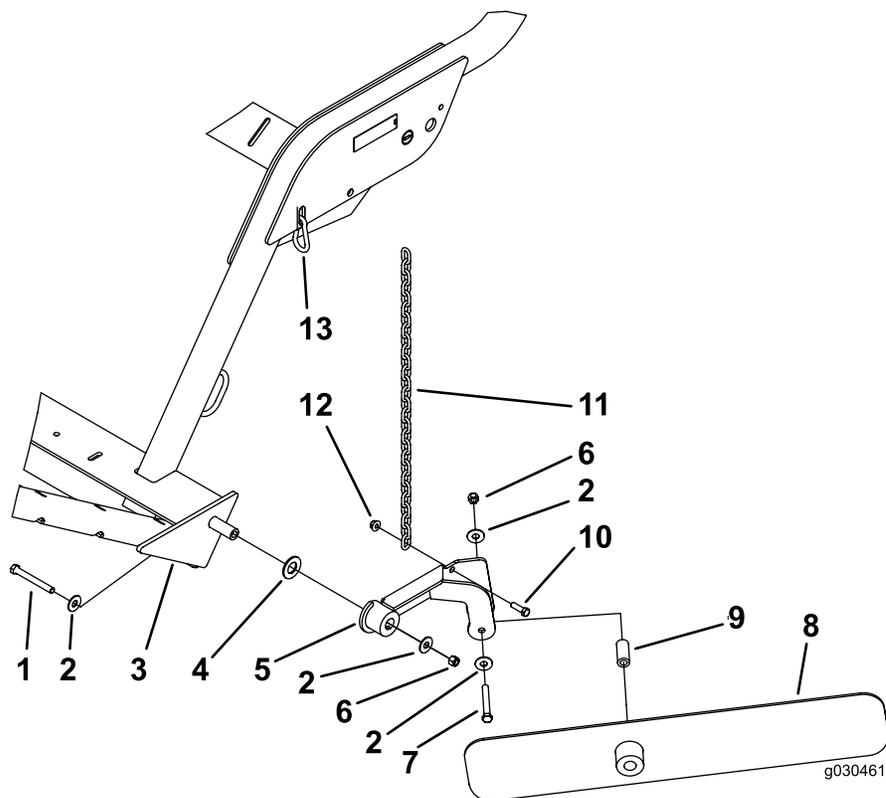

图15
注意： 如 图15 所示，固定各组件的位置。
2. 用 1 个螺栓（7/16 x 3-1/4 英寸）、2 个扁平垫圈、1 个隔片和 1 个锁紧螺母（7/16 英寸）将料堆刀片固定到安装组件上。如 图15 所示，固定各组件的位置。
3. 用 1 个螺栓（3/8 x 1-1/4 英寸）和 1 个凸缘螺母（3/8 英寸）将链条固定到刀片安装组件上（图15）。
4. 用弹簧扣环将链条的另一端安装在机架上的槽中（图15）。